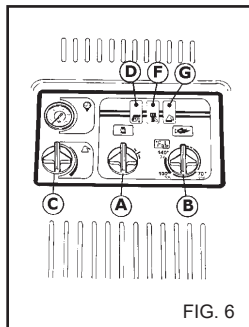

FIG. 6
Positionner le bouton du thermostat "B" (fig. 6) sur vapeur pour obtenir une augmentation de la température de l'eau en sortie.
**A la fin de l'utilisation de la "Phase vapeur", positionner le bouton du thermostat "B" sur "0" (fig. 6), laisser refroidir l'appareil pendant 3 minutes environ avec le pistolet ouvert.**